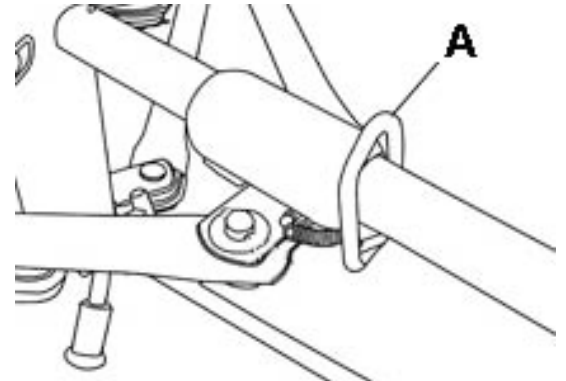

FIGURE 1
1) Placez la base à trépied sur le plancher, appuyez sur l'anneau d'accouplement (A) Fig.1, retenez-le en place et pivotez les jambes complètement vers l'extérieur jusqu'à ce que l'anneau d'accouplement engage le trou de fixation en-dessous le tuyau de coulissement.